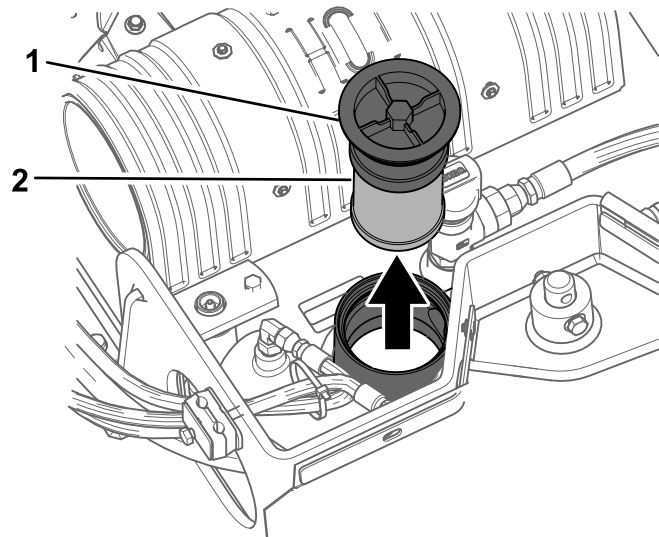

Figura 58
5. Limpe a área em torno do tubo de enchimento do depósito do hidráulico e retire a tampa e o filtro do tubo de enchimento utilizando uma chave (Figura 58).
4. Retire e elimine o filtro velho (Figura 58).
5. Instale o filtro hidráulico de substituição e a tampa do tubo de enchimento (Figura 58) e aperte o parafuso na parte superior com 21 a 25 N·m.
5. Retire a cobertura do depósito hidráulico e o filtro (Figura 58).
10. Instale o filtro hidráulico e a tampa do tubo de enchimento (Figura 58) e aperte o parafuso na parte superior com 21 a 25 N·m.